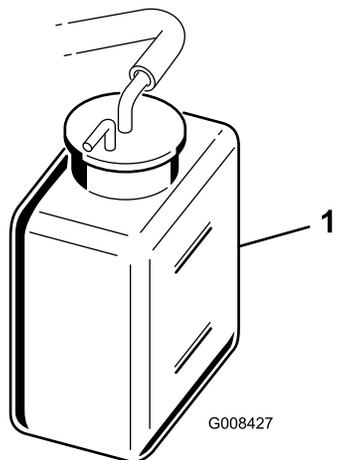

Figure 46
2. Contrôlez le niveau de liquide de refroidissement (Figure 45 et Figure 46).